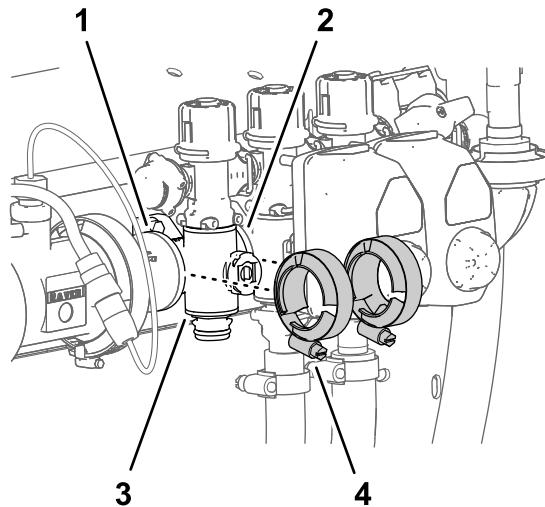

**Bild 120**
- Entfernen Sie den Schnellkupplungsstift, mit dem die Schnellkupplung für das Abschnittssicherheitsventil am Abschnittverteileventil befestigt ist (Bild 120).
- Entfernen Sie den Schnellkupplungsstift, mit dem die Schnellkupplung für den Abschnittzulaufschlauch am Verteiler für das Schnellkupplungsanschlussstück des Abschnittverteileventsils befestigt ist (Bild 120).